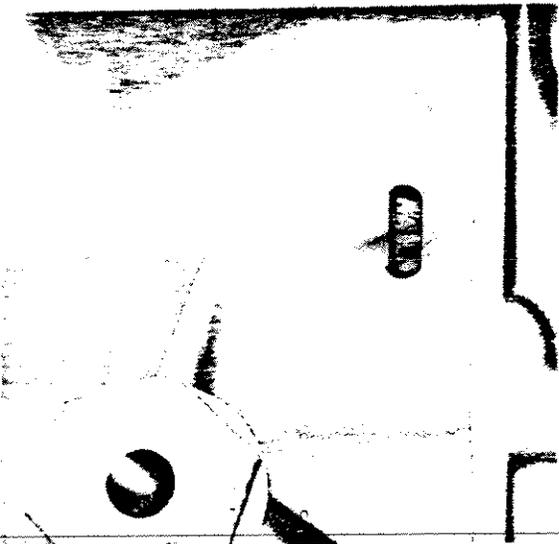

Fig. 21
b) far girare l'albero motore nel senso giusto di rotazione fino a che il riferimento "AA" (Anticipo Accensione corrispondente a  $18^\circ$  prima del PMS) si trova allineato con l'indice inciso sulla fusione (fig. 21). In questa posizione i contatti iniziano il distacco. La spazzola deve dare corrente al cilindro n. 1.
b) Faire tourner l'arbre moteur dans le dû sens de rotation jusqu'à ce que la référence "AA" (avance à l'allumage correspondant à  $18^\circ$  avant le PMS) soit aligné avec l'index engravé sur le moulage (fig. 21). Dans cette position les contacts commencent à se séparer. La brosse doit donner du courant au cylindre n. 1.
b) Give the driving shaft the correct spin until the "AA" reference (spark advance corresponding to  $18^\circ$  before the TDC) is lined up with the index engraved on the casting (Fig. 21). In this position the contacts start opening. The brush must give current to the cylinder no. 1.